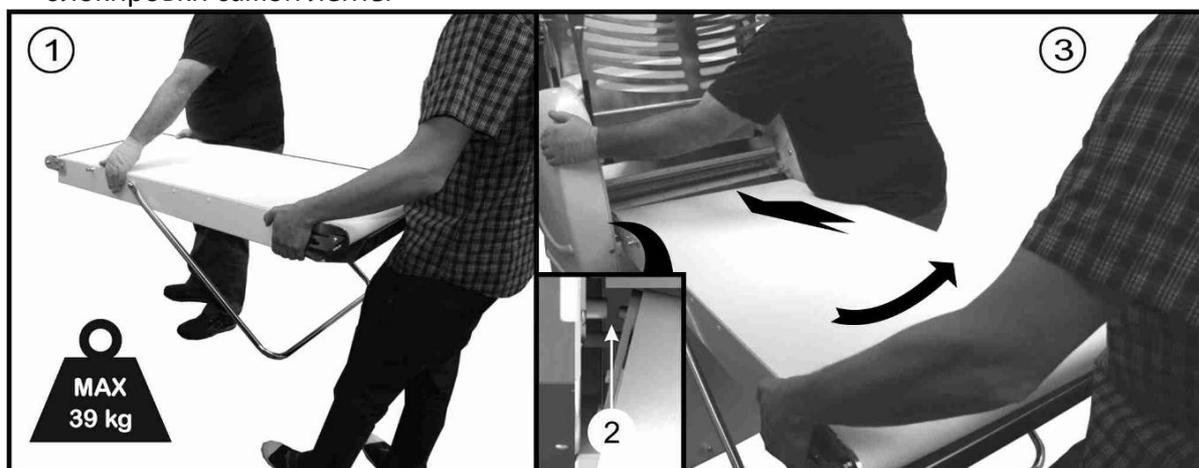
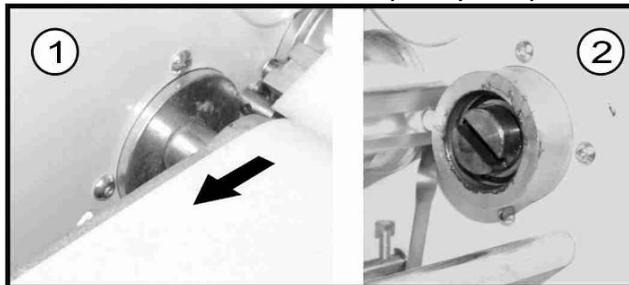

Рисунок 11
Рисунок 12
Для корректной установки рабочих столов необходимо задействовать двух человек, как описано ниже и указано на Рисунок 11 и Рисунок 12:
- Поднимите рабочий стол как указано на из. 1 Рисунок 11. Обратите особое внимание на масло, присутствующее на двух штифтах из. 1 и 2 Рисунок 11
- Вставьте задний штифт из.2 Рисунок 11 в соответствующее крепление, присутствующее на задней опоре
- В то время как один оператор поддерживает рабочий стол на внешней части, второй оператор толкает бедром рабочий стол по стрелке (к задней стенке), одновременно поддерживая опоры оборудования, из.3 Рисунок 11
- Мягко переместите ленту по стрелке из.1 Рисунок 12 для того, чтобы тяговой кронштейн вошёл в соответствующее отверстие, что произойдёт после щелчка и последующей блокировки самой ленты